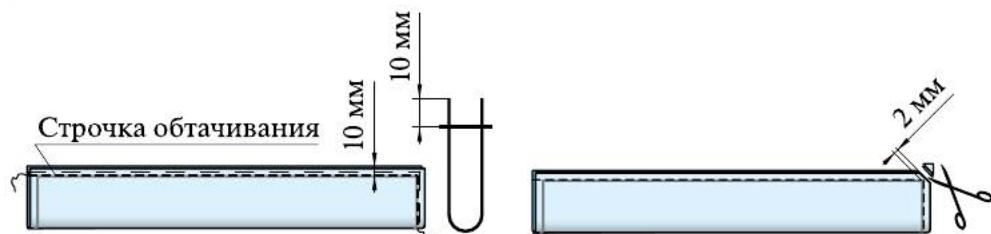

Рис. 6.45. Обработка деталей
2. Деталь бретели **обтачайте** с двух сторон шириной шва, равной 10 мм, удалите **строчку временного назначения (СВН)**, припуски шва в углах срежьте на расстоянии 2 мм от строчки обтачивания (рис. 6.45).